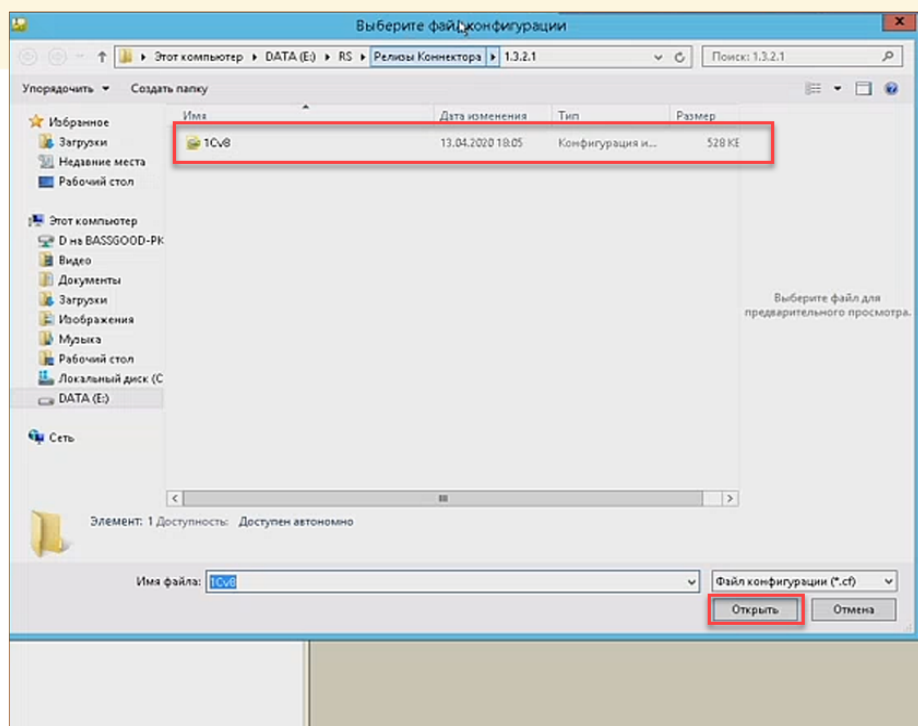

Рис. 11.5 - Объединение конфигураций
- Выбрать файл конфигурации файл и нажать «Открыть» (Рис. 11.5);